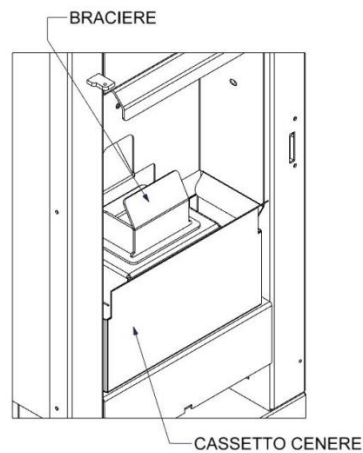

Figura 7 Cámara de combustión.
La alarma por fallo de encendido (AL 5) está descrita en el esquema relativo a los estados de encendido, LIMPIAR BRASERO Y REPETIR EL ENCENDIDO de la (figura 7). Se reconoce en los siguientes casos: 1. Durante el encendido con estufa fría, si la temperatura de los humos no ha superado el umbral fijado en el tiempo previsto; 2. durante el encendido con la estufa caliente, si la temperatura de los humos no ha aumentado en un delta fijado dentro del tiempo previsto; 3. durante el encendido de fuego (17), si la temperatura de los humos cae por debajo del umbral establecido dentro del tiempo establecido.